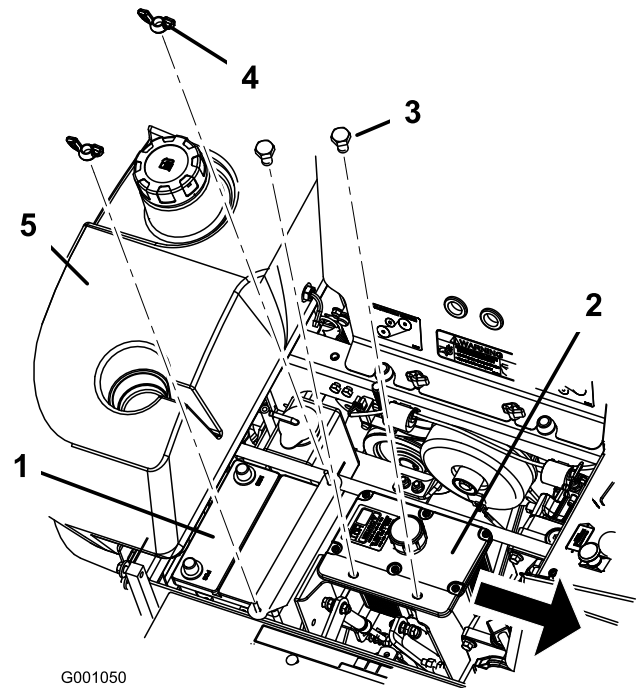

Figure 48
6. Retirez les deux écrous papillons (1/4") qui fixent la barrette de maintien de la batterie (Figure 48).
7. Retirez les deux boulons de fixation du réservoir hydraulique (Figure 48).
6. Fixez la batterie en position avec des boulons en J, une barrette de maintien et 2 rondelles (1/4"), ainsi que 2 écrous à oreilles (1/4") (Figure 48).